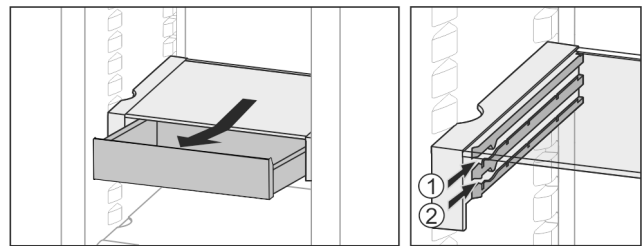

Fig. 21
- ▶ In beliebiger Höhe Fig. 21 (1) oder Fig. 21 (2) einschieben.